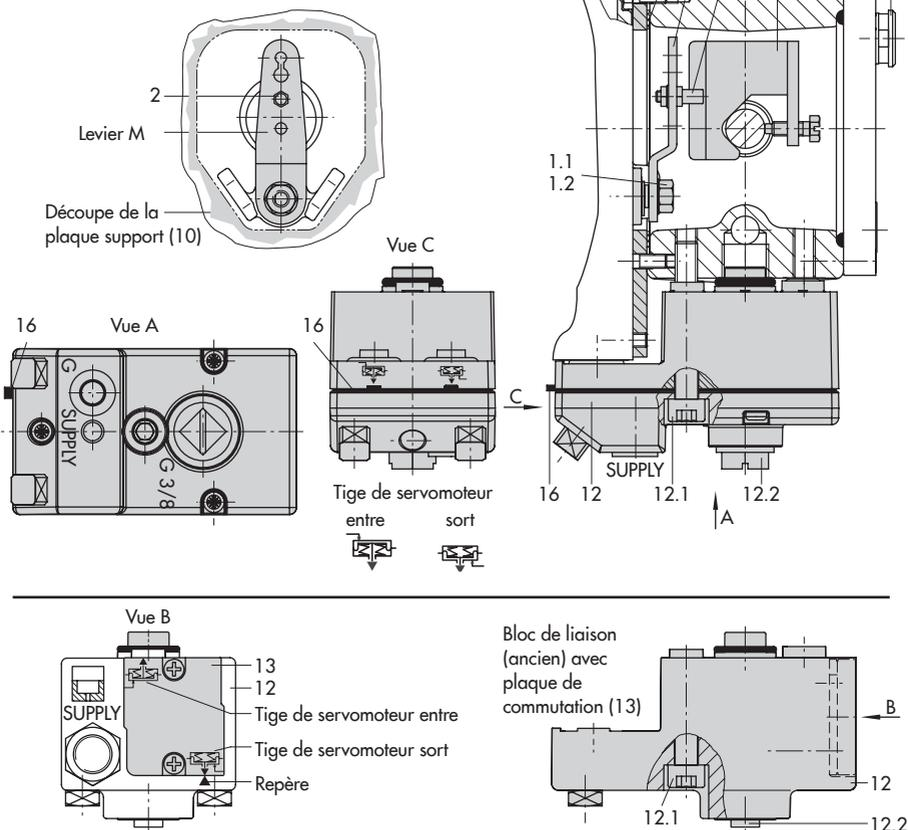

Fig. 5-6 : Montage direct – Raccord de pression de commande pour servomoteur type 3277 de 175 à 750 cm²
Servomoteurs de 175 à 750 cm² (cf. Fig. 5-6)
1. Placer la plaque de transmission (3) sur la tige de servomoteur en vérifiant que la vis de fixation est positionnée correctement dans la rainure de la tige de servomoteur.
2. Fixer la plaque support (10) sur le servomoteur de sorte que la partie étroite de la découpe (Fig. 5-6, à gauche) soit orientée vers les raccords pneumatiques du positionneur et que le joint plat (14) collé se trouve du côté de l'arcade.
3. Avec des servomoteurs de 355, 700 et 750 cm², le positionneur est équipé d'un levier M (1) à l'arrière de son corps. Retirer le palpeur (2) en position 35 et le replacer dans le perçage en position 50, puis visser.
6. Pour le nouveau bloc de raccordement, la languette du joint (16) du bloc de raccordement doit être positionnée conformément à l'exécution du servomoteur : soit « Tige sort par manque d'air », soit « Tige entre par manque d'air ». Si ce n'est pas le cas, desserrer les trois vis de fixation, retirer le couvercle, puis tourner le joint (16) à 180° avant de le remettre en place. Avec l'ancien bloc de liaison (Fig. 5-6, en bas), la plaque de commutation (13) doit être positionnée en face du repère correspondant à l'exécution du servomoteur.
7. Placer le bloc de raccordement (12) avec ses joints d'étanchéité sur le positionneur et l'arcade, puis le fixer à l'aide de la vis (12.1). Pour les servomoteurs « Tige entre par manque d'air », retirer le bouchon (12.2) pour monter la conduite d'impulsion externe.
8. Placer le couvercle (11) de l'autre côté.